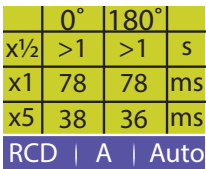

Abb. 6
- 5.1. Bei erfolgreicher Prüfung werden die Auslösezeitergebnisse GRÜN angezeigt (Abb. 6).